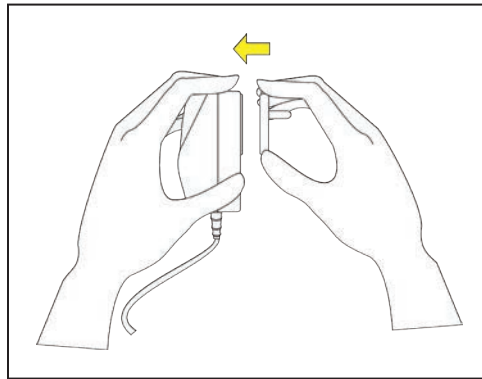

Figura 14. Encaixe do adaptador de tomada.
PASSO 3. Encaixe o adaptador de tomada adequado no adaptador CA. Ver Figura 14.